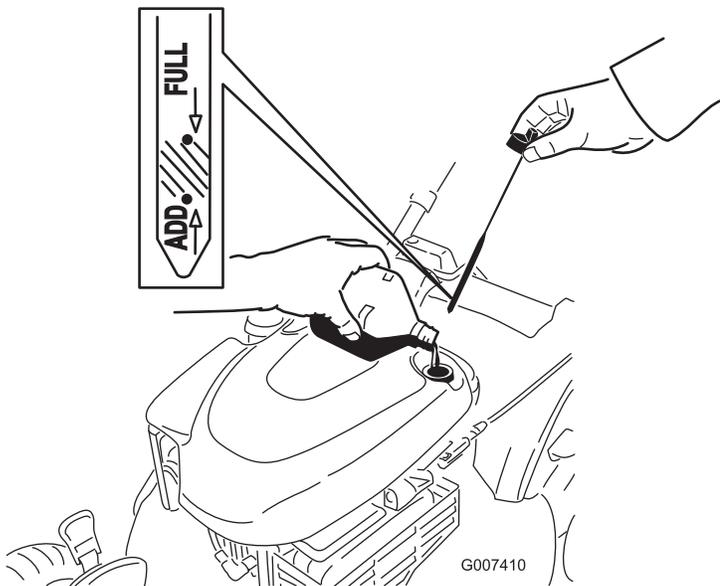

Bild 17
2. Ziehen Sie den Peilstab (Bild 17) heraus.
5. Nehmen Sie den Peilstab heraus und lesen den Ölstand ab, siehe Bild 17.